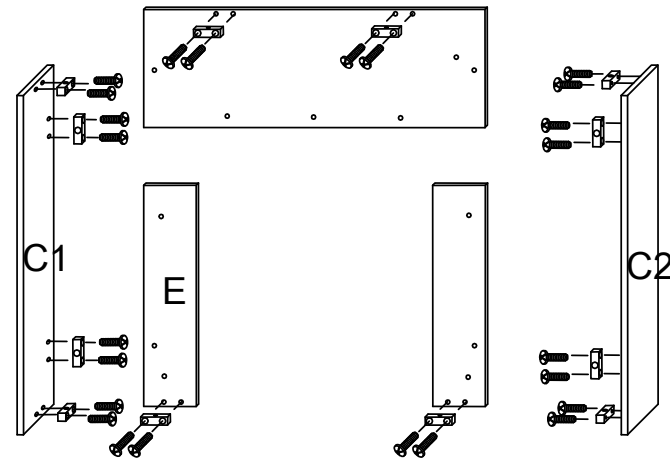

Figura 1
Conecte todos los CONECTORES PLASTICOS a los PANELES (C1, C2, D, E y F) como mostrado en la Figura 1. (2 TORNILLOS de KD (U) para cada PLASTICO CONNECTORS(S).)